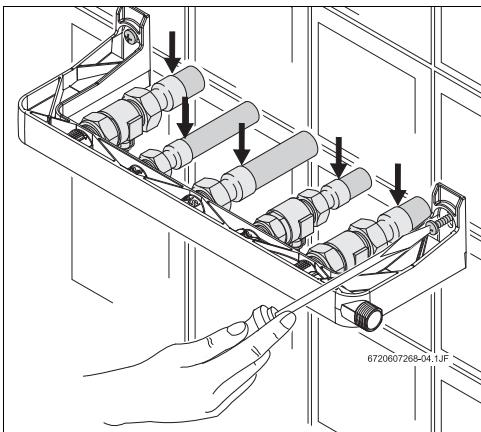

Fig. 4 Fixação da barra e soldadura de tubos
- Efetuar a soldadura entre os tubos (Fig. 4).